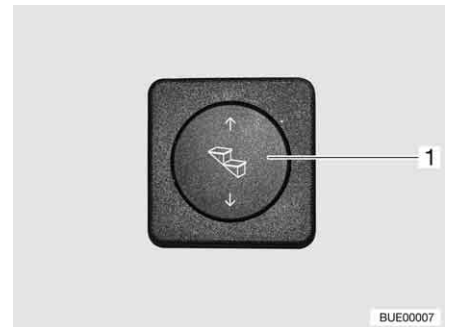

Fig. 14 Bouton poussoir marchepied
- Appuyer sur le bas du bouton-poussoir basculant (Fig. 14,1) et le maintenir pressé (pendant au moins 3 secondes) jusqu'à ce que le marchepied soit entièrement sorti.
- Appuyer sur le bouton-poussoir basculant (Fig. 14,1) vers le haut jusqu'à ce que le marchepied soit entièrement ressorti.